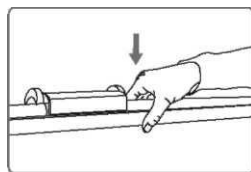

Figure 14
- a. Przytrzymaj i delikatnie przyciśnij tubę w środkowej pozycji dopóki nie uwolni się od półokrągłej tuby.(Figure 14)